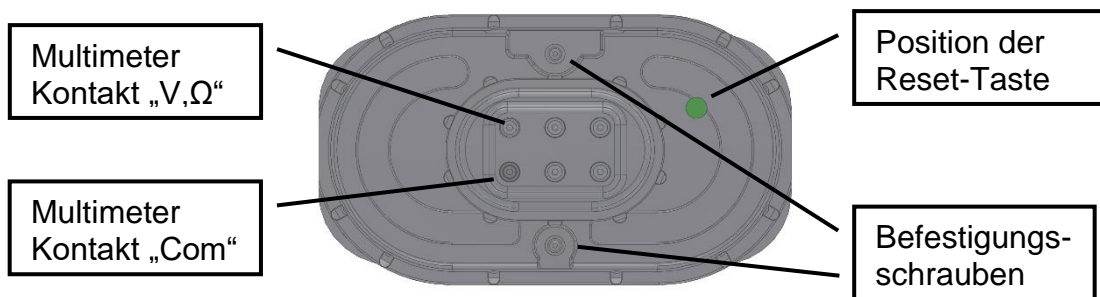
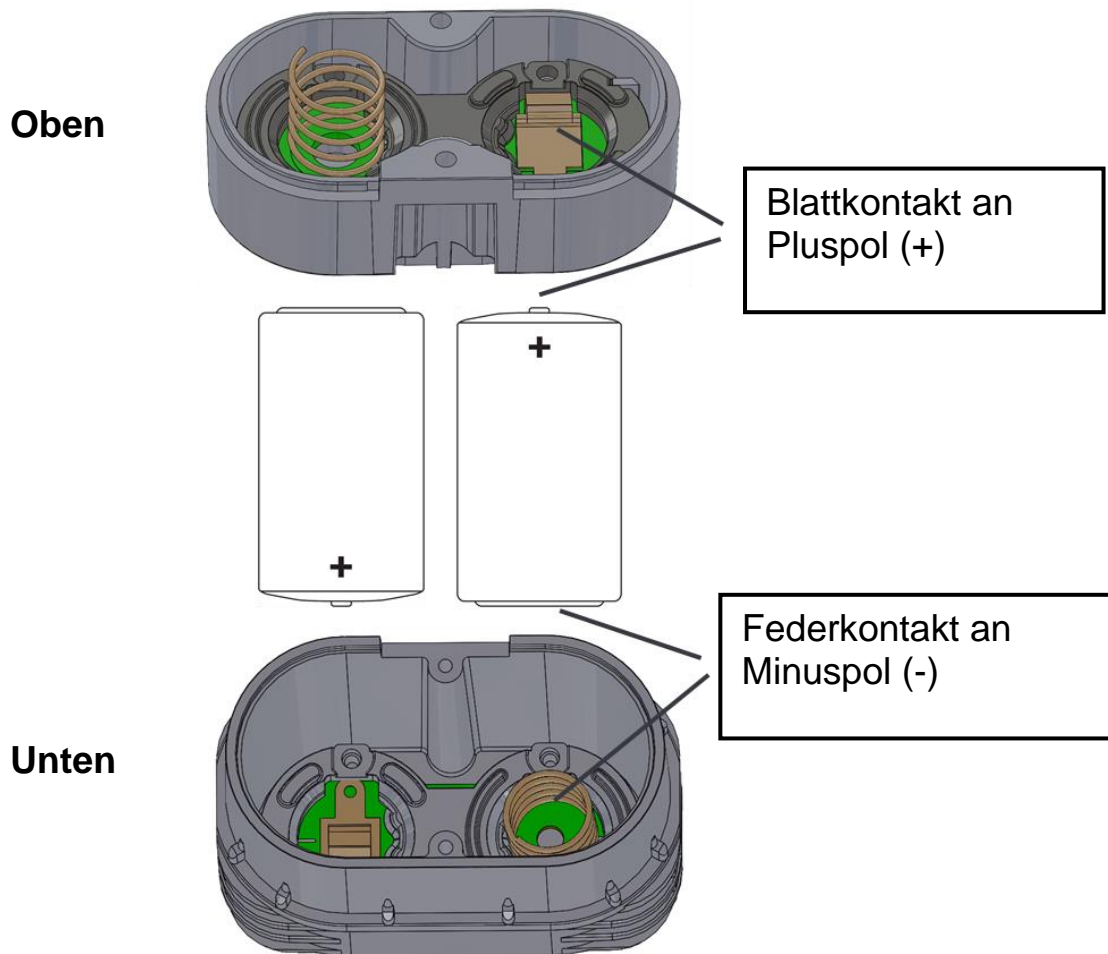

Abbildung 5-2: Batteriemodul – Ansicht von unten Korrekter Anschlussstück des Multimeters.
Abbildung 5-3: Ober- und Unterseite Batteriemodul
- Die zwei Befestigungsschrauben des Batteriemoduls (siehe Abbildung 5-2) mithilfe eines Torx-Schraubendrehers (T10) lösen. Achtung, die Federkraft ist hoch. Deswegen das Modul während des Aufschraubens gut festhalten.
- Beide Batteriezellen in den Batteriemodul einsetzen – Blattkontakt am Pluspol (+) und Federkontakt am Minuspol (-) (siehe Abbildung 5-3).
- Die Reset-Taste am Modul drücken. Da diese im Batteriemodul eingelassen ist, hierfür einen Stift oder Kugelschreiber verwenden (siehe auch Abbildung 5-2). Dadurch wird der Ladungszähler im Batteriemodul zurückgesetzt und gleichzeitig dem Detektor angezeigt, dass frische Batteriezellen im Einsatz sind. Allerdings erkennen nur Detektoren mit Firmware ≥ 3.0 diesen Vorgang. Sollte der Detektor eine ältere Firmware-Version enthalten oder die Firmware-Version unbekannt sein, einfach an GasSecure wenden.
Die Spannung vom Batteriemodul messen. Dazu ein Multimeter wie in Abbildung 5-2 gezeigt an die Anschlussklemmen anschließen. Die Nennspannung ist +7,2 V. Spannungen unter +7,0 und über +7,8 V sind nicht zulässig. Batteriezellen auf korrekte Richtung prüfen, vgl. Abbildung 5-3, wenn die gemessene Spannung außerhalb des zulässigen Bereichs liegt.